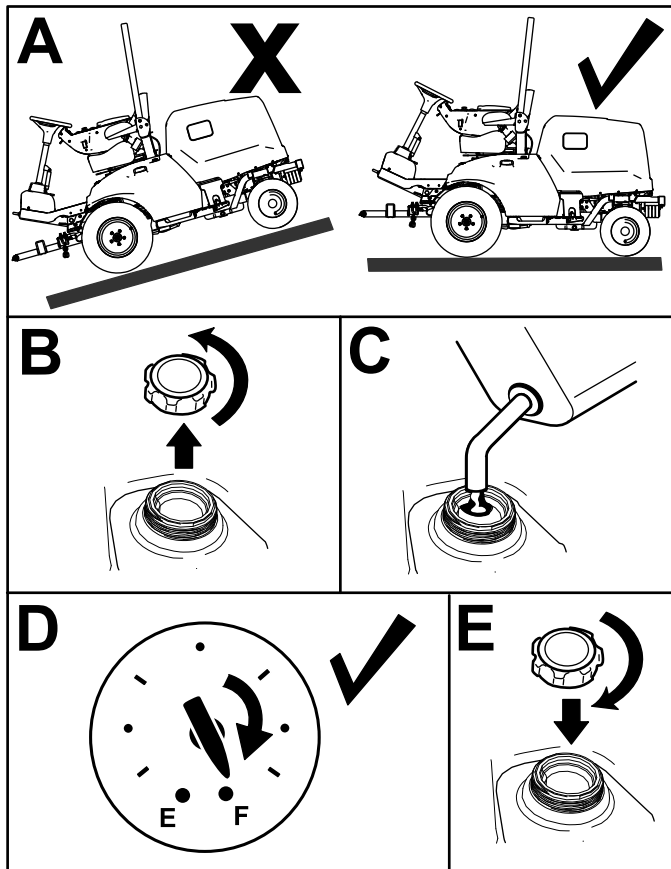

Figura 33
1. Aparque la máquina en una superficie nivelada (**Figura 33**), ponga el freno de estacionamiento, apague el motor y retire la llave